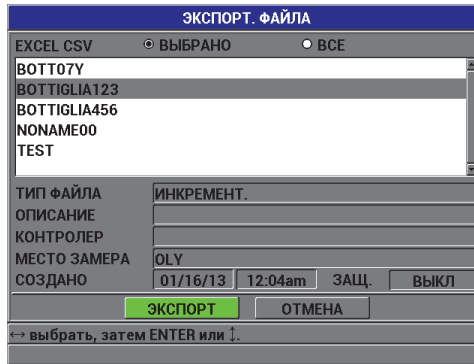

Рис. 8-6 Экран ЭКСПОРТ. ФАЙЛА
4. В окне **ЭКСПОРТ. ФАЙЛА** (см. Рис. 8-6 на стр. 149) выберите: